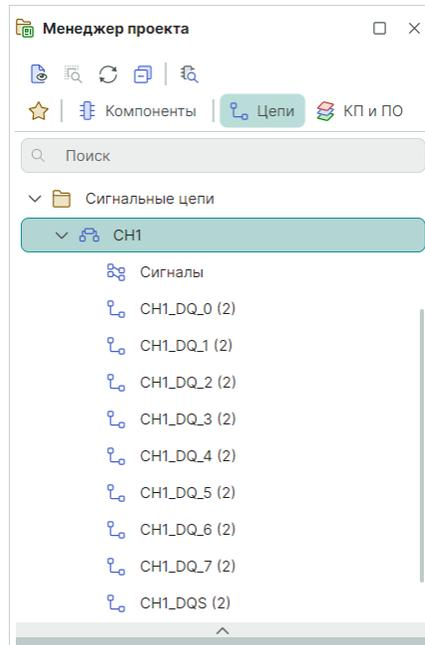

Рис. 357 Отображение в панели «Менеджер проекта» существующих сигнальных цепей
4. В панели «Менеджер проекта» → «Цепи» → «Сигнальные цепи» отображаются все существующие сигнальные цепи, см. Рис. 357.